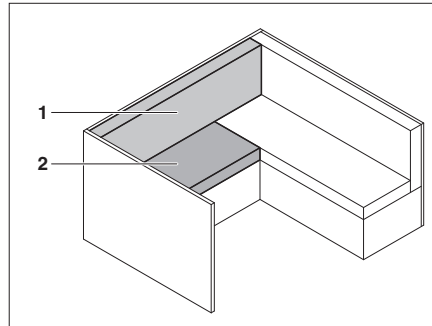

Bild 163 Vor dem Umbau
- Rückenpolster (Bild 163,1) und Sitzpolster (Bild 163,2) entfernen.